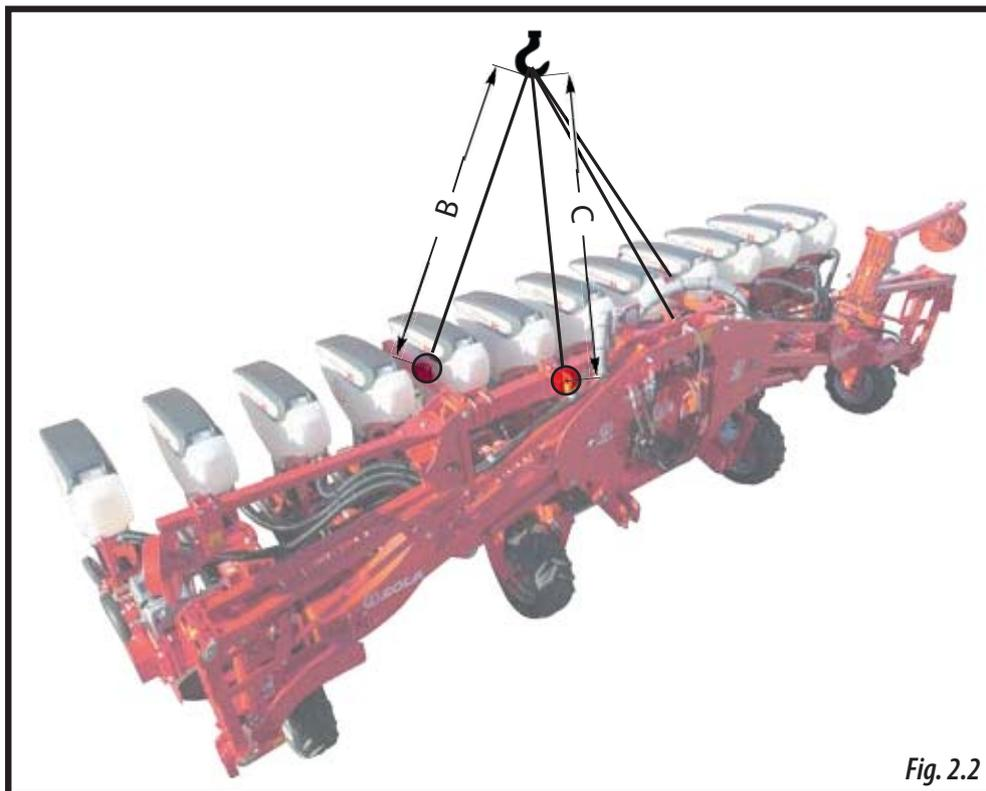

Fig. 2.2
- Versiones de máquina **PLEGABLES** (Fig. 2.2), la CARGA y DESCARGA deberá hacerse mediante 4 puntos:
- 2 puntos de enganche PRINCIPALES, ubicados en el CHASIS tripuntal (B, Fig. 2.2).
- 2 puntos de enganche SECUNDARIOS, ubicados en los pies de apoyo (C, Fig. 2.2).
ATENCIÓN: RESPETAR LAS DISTANCIAS: **B** Y **C** (2 METROS) PARA EVITAR DAÑOS EN LA MÁQUINA DURANTE EL PROCESO DE ELEVACIÓN (FIG. 2.2).